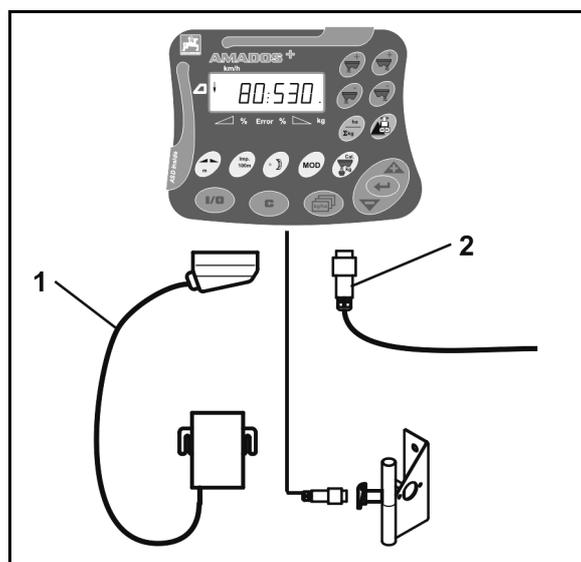

Figura 2
1. Collegare la macchina portata / agganciata al trattore mediante l'apposito connettore macchina (Figura 2/1).
2. Collegare il cavo segnali della presa segnali del trattore o il sensore X (Figura 2/2) all'**AMADOS**+.